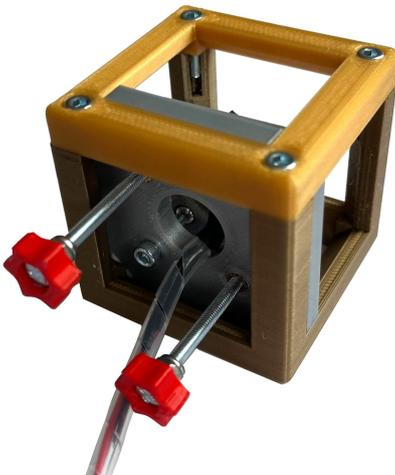

Abb. 21: Zusammengeschraubter Würfel
- (31) Setzen Sie den `01A_GO_V*_CUBE_BASE 1x1` oben auf den Würfeldeckel und befestigen Sie diesen mit den vier `INBUS-ZYLINDERKOPFSCHRAUBEN, M3X12` (Abbildung 21).